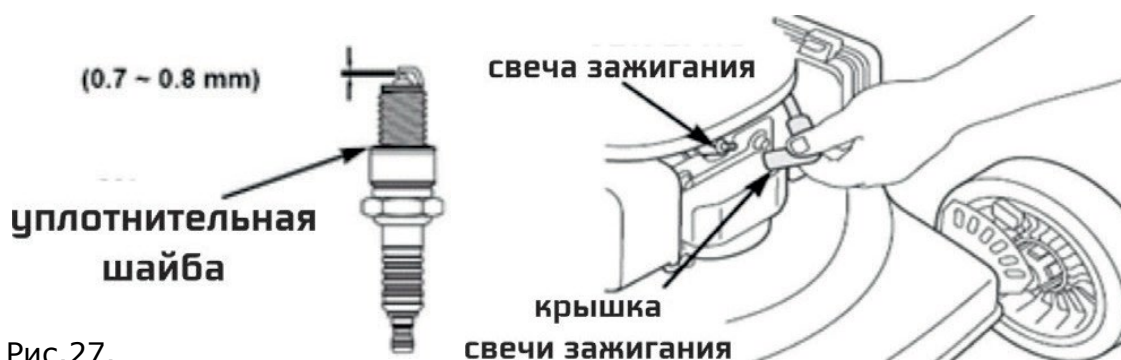

Рис.27.
1. Снимите свечной колпачок. Рис.27.
6. Измерьте расстояние между электродами. Рис.27.